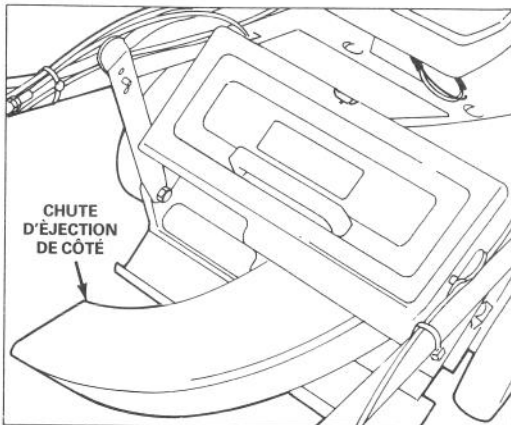

Figure 31
1. Kit d'éjection de côté, modèle N° 59112 – Se monte en quelques secondes. Se fixe à l'arrière, à la place du sac à herbe. Disperse les déchets en coupant de chaque côté (Fig. 31).